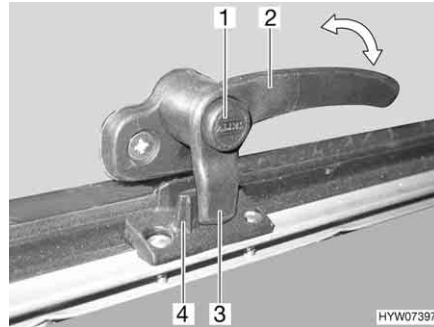
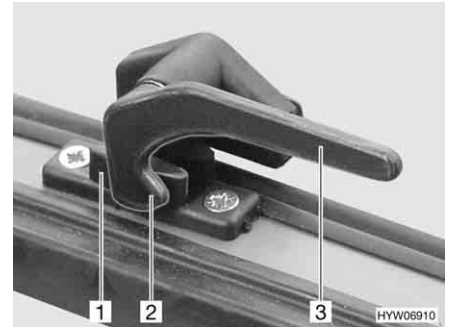

Fig. 68 Leva di serraggio con bottone di sicurezza in posizione "Chiuso"
Fig. 69 Leva di serraggio in posizione "Chiuso"
- Se presente, premere e tenere premuto il bottone di sicurezza (Fig. 68,1).
- Ruotare la leva di serraggio (Fig. 68,2 o Fig. 69,3) di un quarto di giro verso il centro della finestra.
- Ruotare la leva di serraggio (Fig. 68,2 o Fig. 69,3) di un quarto di giro verso il telaio della finestra. Il nasello di chiusura (Fig. 68,3 o Fig. 69,2) della leva di serraggio si trova completamente sul lato interno della chiusura della finestra (Fig. 68,4 o Fig. 69,1).
- In posizione "Completamente chiusa" (Fig. 68 e Fig. 69)